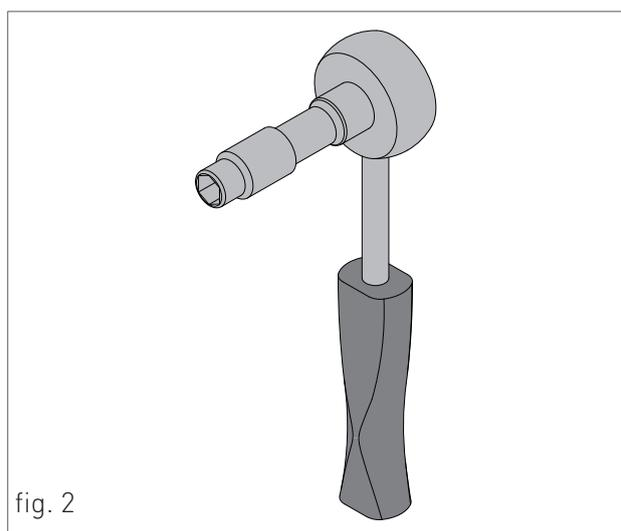

fig. 2
9. SEGNALAZIONE FIAMMA PRESENTE/INDICA ANCHE, SU 3 LIVELLI DI PERCENTUALE, IL GRADO DI POTENZA DI MODULAZIONE DELLO SCALDABAGNO (fig.2)